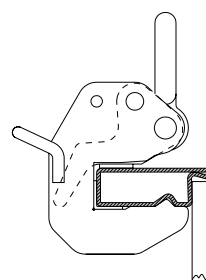

Abb. 24.3
3. Zum Verriegeln Sicherheitshebel wieder in Ausgangsstellung drücken (Abb. 24.3).